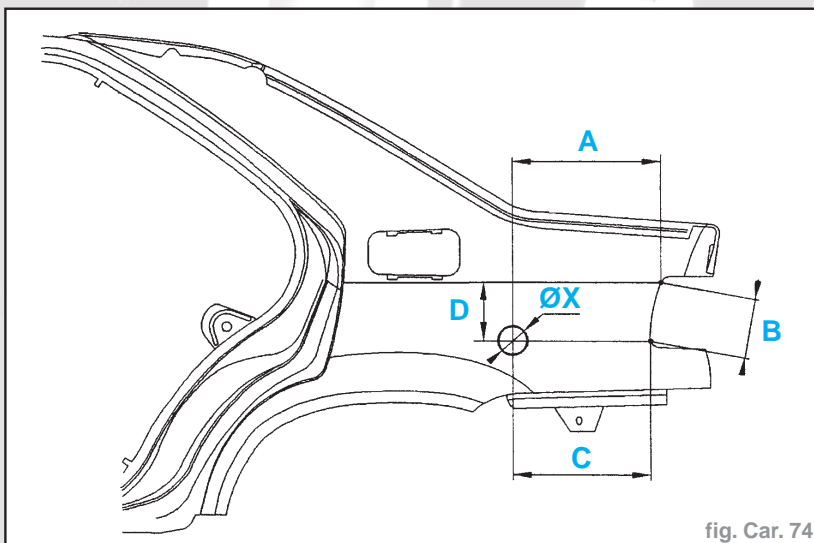

fig. Car. 74
- Traçage de l'aile pour le perçage de l'orifice de remplissage (fig. Car. 74).